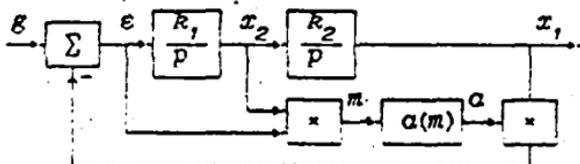

Рис.10.2
5. Реализуйте на АБК модель системы, структурная схема которой приведена на рис.10.2. Исследуйте свободное и вынужденное движение системы.